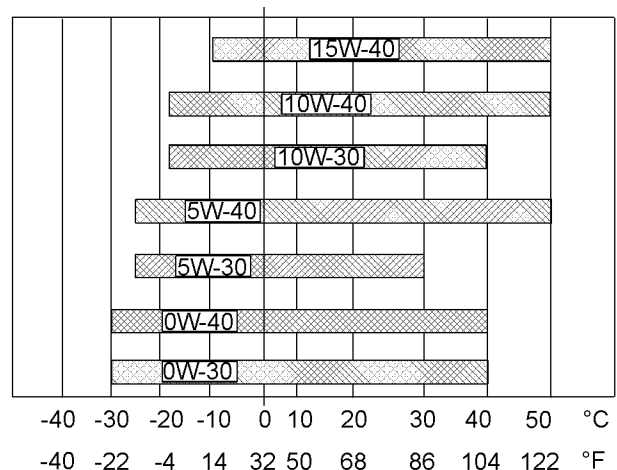

图 43 润滑剂粘度 g03329707
请参阅图 43 (最低温度) 以确定发动机冷起动时所需要的机油粘度。
请参阅图 43 (最高温度) 以选择发动机在预期的最高环境温度下运行时所需要的机油粘度。
- 请参阅适用的“机油粘度”。为找到适合您的发动机的机油粘度等级，请参阅图43。